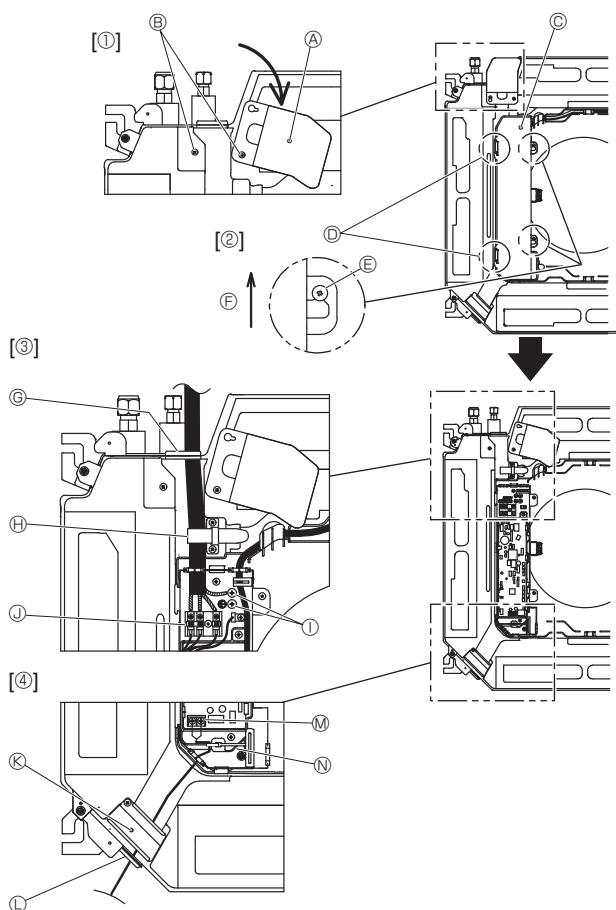
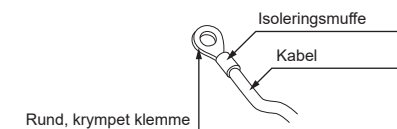
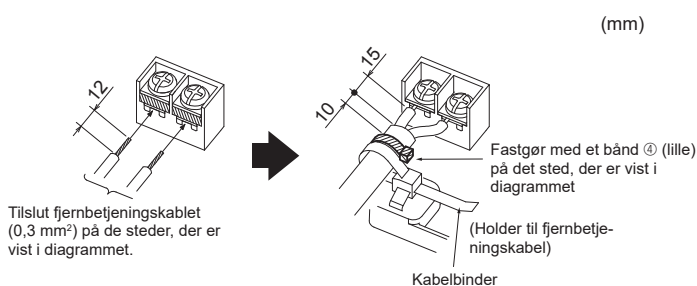

Fig. 6-1
Fig. 6-2
Fig. 6-3
6.1. Indendørs enhed (Fig. 6-1)
1. Løsn de to skruer, der holder servicepanelet til elektrisk ledningsføring fast, og vend derefter servicepanelet til elektrisk ledningsføring. [Fig. 6-1 ①]
2. Løsn de to skruer, der holder dækslet over el-boksen fast, og skub derefter dækslet af. [Fig. 6-1 ②]
3. Før strømkablet, indendørs-/udendørsenhedens tilslutningskabel og jordforbindelseskablet gennem åbningerne til ledningsføring, som vist i diagrammet. [Fig. 6-1 ③] Sæt den kappeklædte del af strømkablet og indendørs-/udendørsenhedens tilslutningskabel i eldåsen. Brug runde, krympede klemmer til klembrættet til indendørs-/udendørsenheden og det valgfrie strømforsyningsklemmesæt. [Fig. 6-2] Se Fig. 6-3 til 6-6, hvis du ikke kan bruge runde, krympede terminaler. Se 6.1.1. og 6.1.2. for at få flere oplysninger om forbindelsen.
4. Før fjernbetjenings styrekabel gennem de respektive åbninger til ledningsføring som vist i diagrammet. [Fig. 6-1 ④, Fig. 6-3] Se 6.1.1. og 6.1.2. for at få flere oplysninger om forbindelsen. • Klemmskruerne må ikke være løse.